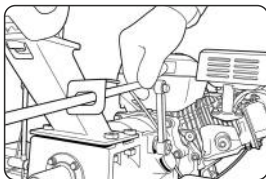

Рис. 17
- Проденьте рычаг переключения скоростей через кронштейн расположенный на рулевой стойке. Вставьте конец рычага в отверстие рычага коробки передач (рис.17).